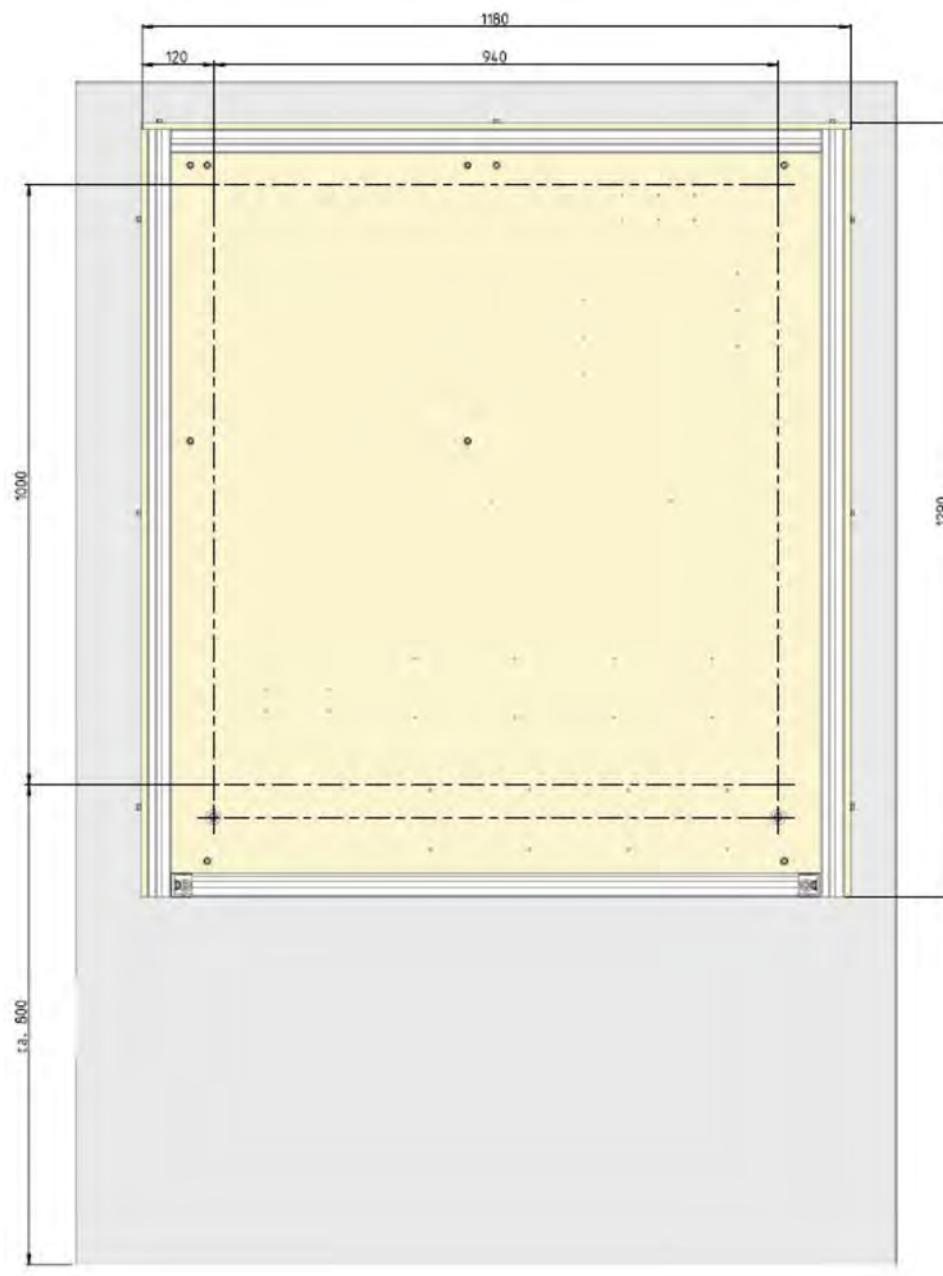

Abb. 13: Montageschema
- 2.** ➤ Bohrlöcher gemäß Schema ↗ Kapitel 6.3.1 „Montageschema“ auf Seite 52, Abb. 13 an der Wand markieren.